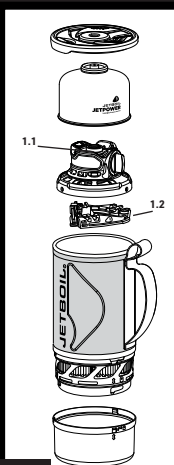

Fig. 1
1. Retirez le contenu emballé du récipient (Fig. 1).